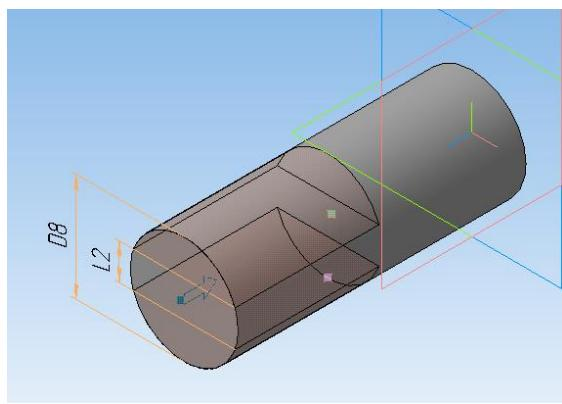

Рисунок 42.
9. Выполните **Вырезать выдавливанием** на расстояние **40мм**. (рисунок 42).